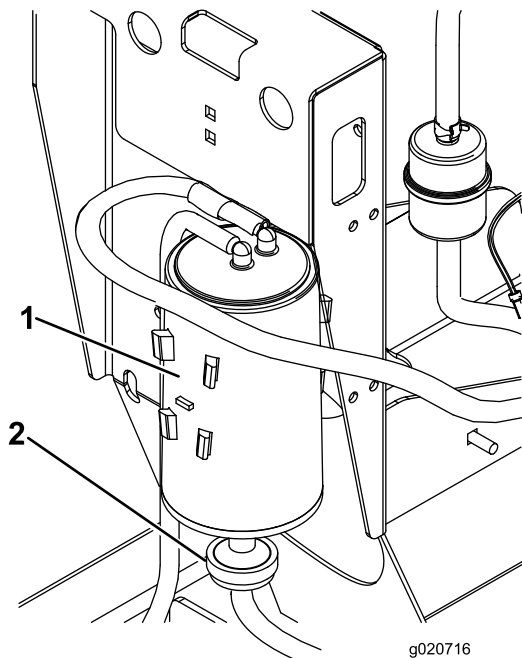

Figura 18
2. Scollegate il tubo dal filtro dell'aria del canister a carboni attivi (Figura 18).
3. Togliete il filtro dell'aria del canister a carboni attivi e gettatelo (Figura 18).